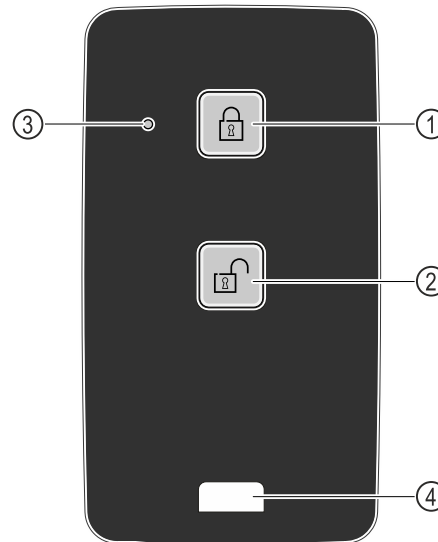

Fig. 205
- ▶ Натисніть кнопку Fig. 205 (1) на дистанційному керуванні.
- ▶ Натисніть кнопку Fig. 205 (2) на дистанційному керуванні.
- ▶ Статусний світлодіод Fig. 205 (3) при натисненні клавіші дає оптичне зворотне повідомлення.
- ▶ Петля Fig. 205 (4) для кріплення дистанційного керування наприклад на в'язці ключів.